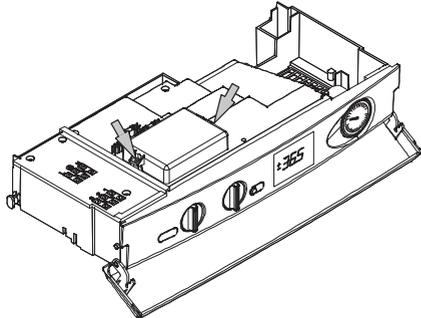

Рисунок 5.24
- Открутите два винта (см Рисунок 5.24) и откройте крышку клеммной колодки внешнего датчика и выносной панели управления.